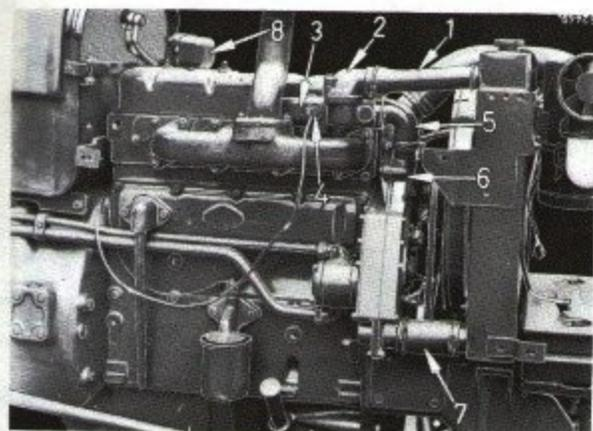

Fig. 65
Le système de refroidissement du moteur comporte une tuyauterie de "by-pass" (5), Fig. 65 qui permet à l'eau de circuler dans le bloc-moteur et la culasse sans passer par le radiateur, et ce, durant la période de réchauffage du moteur. Cette circulation favorise le réchauffement rapide du moteur.